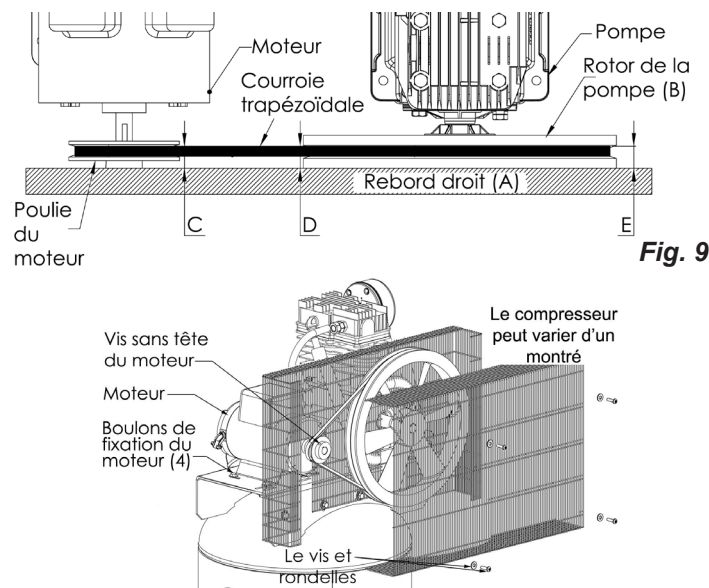

Fig. 9
Pour vérifier l'alignement de la poulie, placez une règle (A) contre le volant-moteur du compresseur (B) (voir Fig. 9). Mesurez et notez la distance entre la règle et le bord de la courroie d'entraînement au point C. Mesurez ensuite de nouveau la distance entre la règle et le bord de la courroie d'entraînement aux points D et E. Les deux distances doivent correspondre à la même distance qu'en C. Si D ou E est différent de C, il existe un défaut d'alignement qu'il faut corriger avant de faire fonctionner le compresseur. Pour corriger un défaut d'alignement de la poulie, procédez comme suit :